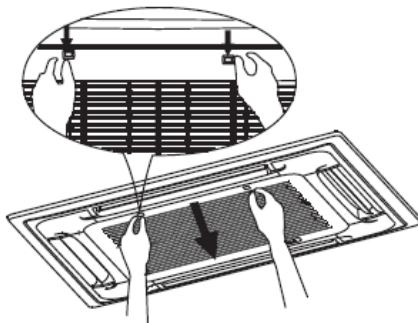

Fig. 6-1
Împingeți butoanele grilajului spre mijloc în același timp după cum se indică în *Fig. 6-1*. Apoi trageți în jos grilajul de admisie aer.
2. Scoateți grilajul de admisie aer (împreună cu filtrul de aer după cum se vede în *Fig. 6-1*).